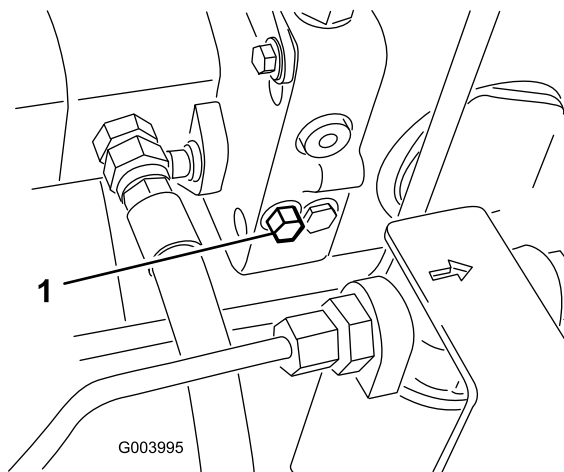

Figura 37
1. Gire el perno de la válvula de desvío una vuelta y media para abrirla y dejar pasar el aceite internamente (Figura 37).